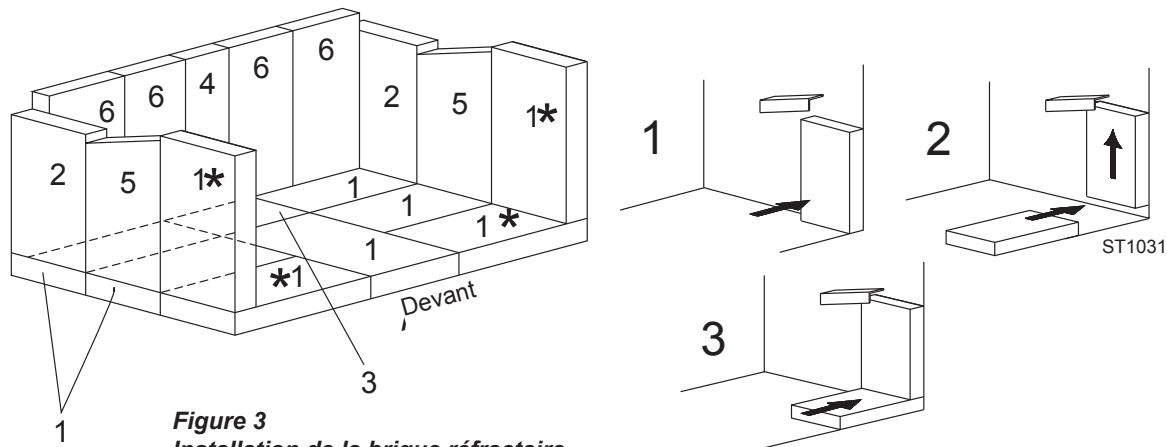

Figure 3
6. Installez la brique réfractaire. (Fig. 3)